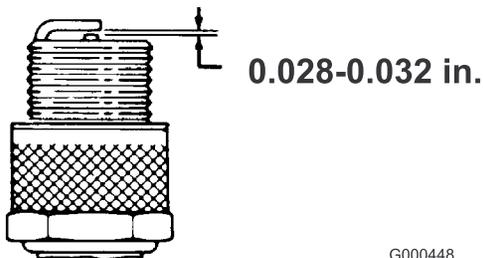

Bild 31
3. Stellen Sie den Abstand auf 0,7 bis 0,8 mm ein (Bild 31). Setzen Sie Zündkerzen ein, die den richtigen Abstand aufweisen, und ziehen Sie sie auf 17 ft.-lb an.